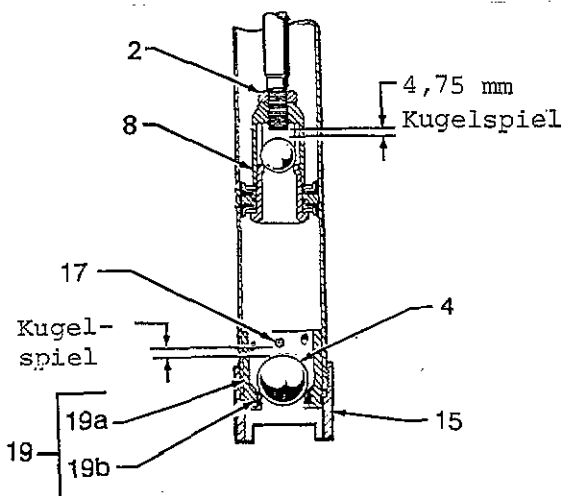

Abb. 5
Um das Kugelspiel zu verändern, Mutter (2) lösen, dann Kolbenkörper (8) im Gegenuhrzeigersinn, zur Druckerhöhung im Uhrzeigersinn, zur Druckminderung drehen. Materialien mit mittlerer Viskosität sollten ein Kugelspiel von 5 mm haben. (siehe Abb. 5)